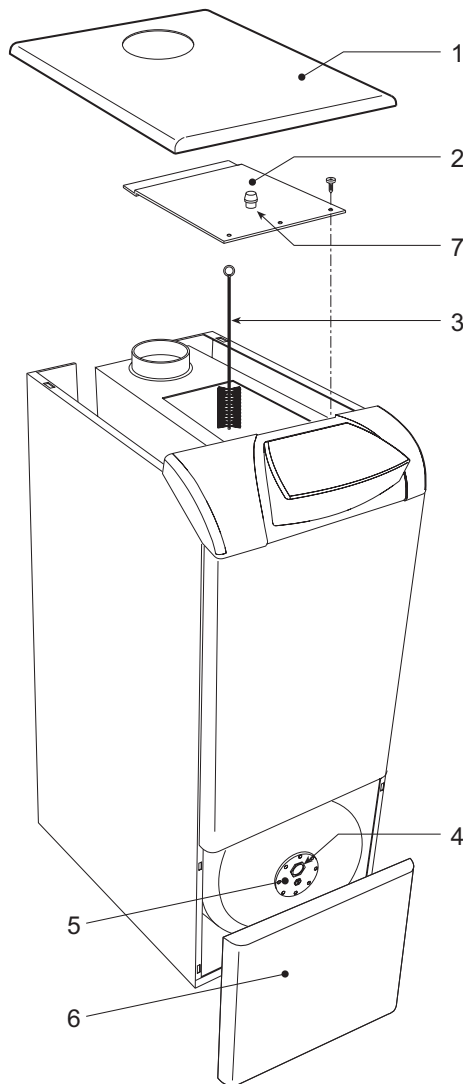

рис. 21 - Очистка котла
Для выполнения очистки котла следуйте ( рис. 21) нижеприведенным указаниям:
- Демонтируйте лицевую панель бойлера (6 - рис. 21).
Состояние магниевого анода (4 - рис. 21) можно проверять снаружи, отвинтив его от фланца бойлера (после перекрытия подачи воды в систему ГВС и опорожнения бойлера).
Внутри котла, в верхней части прерывателя тяги, предусмотрена одна точка отбора проб дымовых газов (поз. 7 - рис. 21).